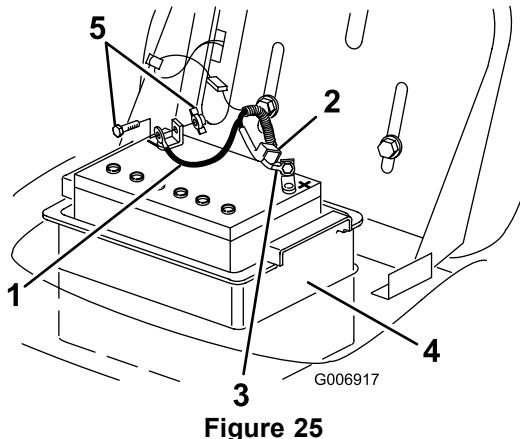

Figure 25
4. Débranchez le câble négatif (noir) de mise à la masse de la borne de la batterie (Figure 25).
5. Repoussez le capuchon en caoutchouc sur le câble positif (rouge). Débranchez le câble positif (rouge) de la borne de la batterie (Figure 25).
6. Sortez le compartiment de la batterie et la batterie du châssis (Figure 25).
1. Placez le compartiment de la batterie et la batterie dans le châssis (Figure 25).
2. Connectez le câble positif (rouge) à la borne positive (+) de la batterie à l'aide du boulon et de l'écrou à oreilles (Figure 25).
4. Connectez le câble négatif (noir) à la borne négative (-) de la batterie à l'aide du boulon et de l'écrou à oreilles (Figure 25).